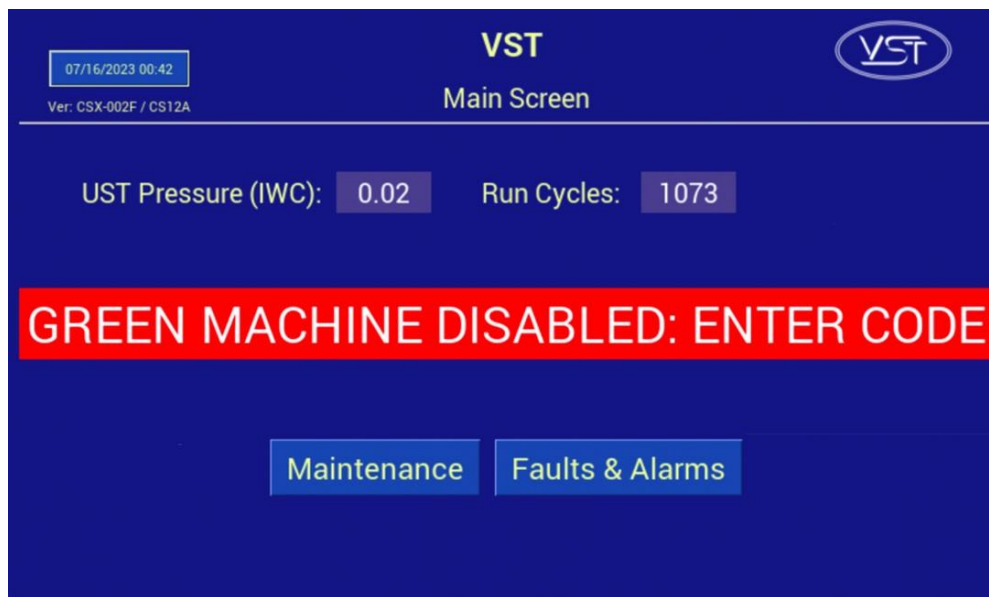

Figura 6-1: Pantalla principal con mensaje deshabilitado
Cuando se enciende el panel de control de VST, la pantalla principal aparecerá en el PLC con la etiqueta **GREEN MACHINE DISABLED: ENTER CODE**. Vea la **Figura 6-1**. El proceso de inicio se puede completar con la GREEN MACHINE desactivada. El código del panel de control de VST se debe ingresar antes de que la GREEN MACHINE comience a funcionar. El código será provisto al contratista de arranque por correo electrónico una vez que se presente el Apéndice B en línea.
5.	En la pantalla principal del PLC, presione el botón de la pantalla de mantenimiento para acceder a la pantalla de contraseña. Vea la Figura 6-1.